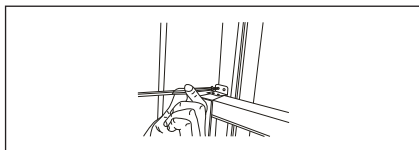

Fig. 16
6. Fäst den nedre bågen genom att sätta fast den högra vinkelbågsspärren med 1/2-tumsskruv (12,7 mm) enligt bilden (Fig. 16).